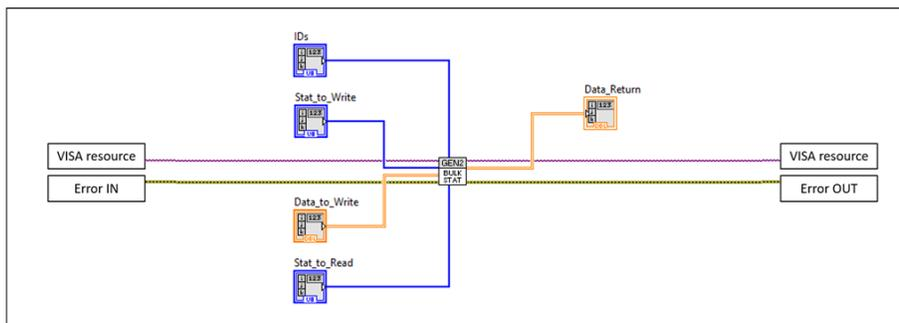

图 17: 状态寄存器的批量读写。
- 3) **批量通信**您可以使用 Bulk_Stat subVI 来同时对单个或多个 BEAR 的单个或多个状态寄存器进行读写，使用方法如图17所示。